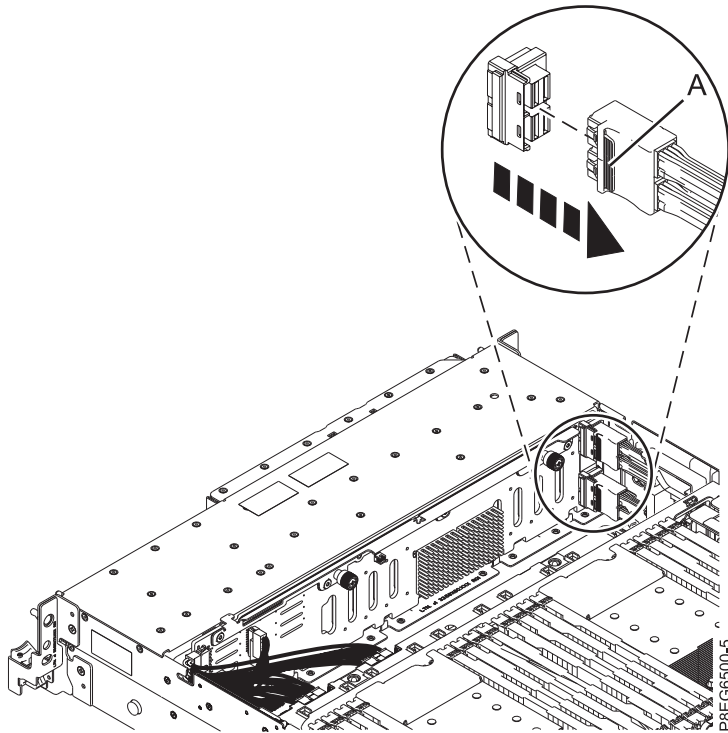

Figura 2. Desconexión del cable SAS frontal de la placa posterior de la unidad de disco
3. Etiquete el cable SAS frontal que está conectado al adaptador interno SAS RAID. Presione el pestillo (A) y desconecte el conector de este cable de la placa posterior de la unidad de disco, como se muestra en la Figura 2 en la página 6. Deje el otro extremo de este cable enchufado al conector P1 del adaptador SAS RAID hasta que se le indique lo contrario.